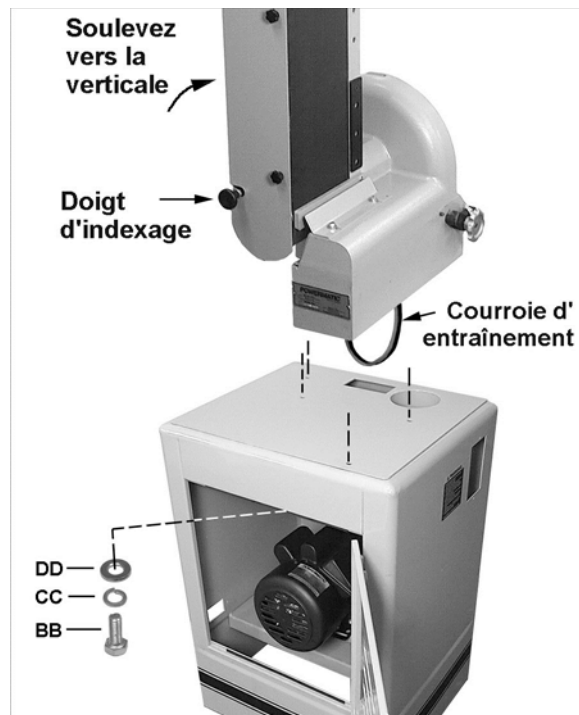

Figure 5
Reférez-vous à la figure 5 :
2. Lors de l'acheminement de la ponceuse, le bras de la courroie se trouve dans une position horizontale. Tirez sur le doigt d'indexage, soulevez le bras et placez-le dans la verticale, comme illustré sur la Figure 5. Cette position permet d'équilibrer la ponceuse lorsque vous l'installez sur le support. Laissez le doigt d'indexage se remettre en place afin d'assurer l'immobilisation du bras de courroie.
4. Immobilisez la ponceuse sur le support à l'aide de quatre vis à tête hexagonales M8 x 25 (BB), quatre rondelles plates M8 (CC) et de quatre rondelles plates M8 (DD). **NOTE:** Serrez les vis à la main exclusivement jusqu'à l'insertion de toutes les quatre vis, puis serrez-les complètement à l'aide d'une clé de 13 mm.